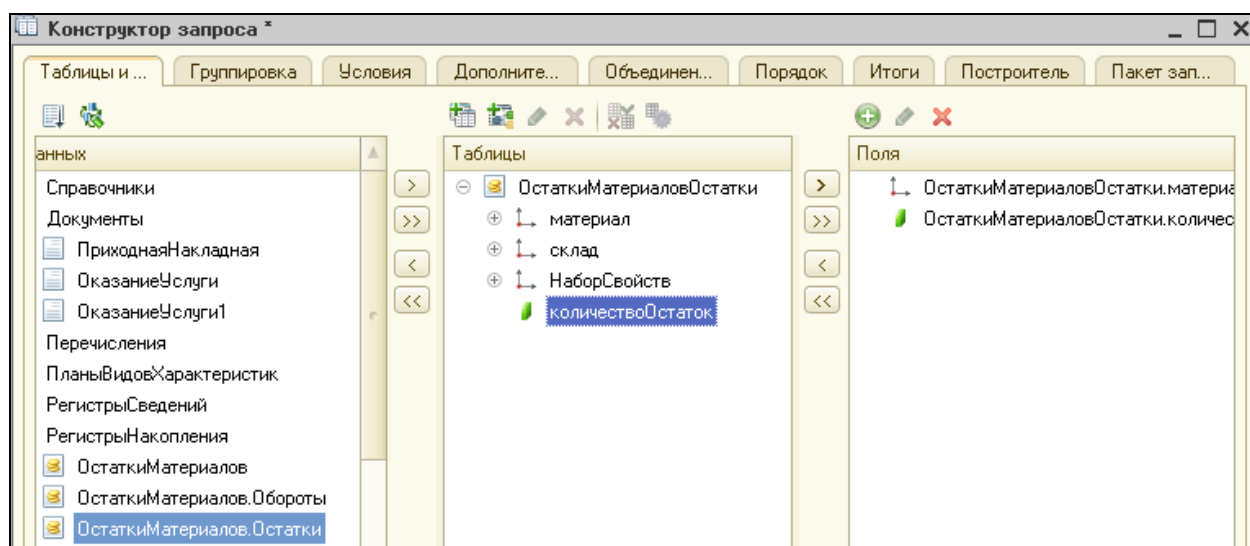

Рисунок 5.20 Выбранные поля для запроса
4. Выбрать таблицу **ОстаткиМатериаловОстатки**. Из нее выбрать два поля: **Материал** и **КоличествоОстаток** (рис. 5.20).